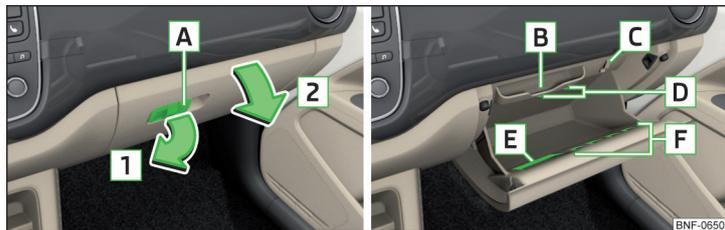

Fig. 69 Abrir el compartimento guardaobjetos/ espacio interior del guardaobjetos
### Compartimentos guardaobjetos » fig. 69
- » Si se encuentra un gancho plegable en la palanca de apertura **A** » fig. 69 retirar las piezas de equipaje golgadas del gancho » fig. 71 de la pág. 66.